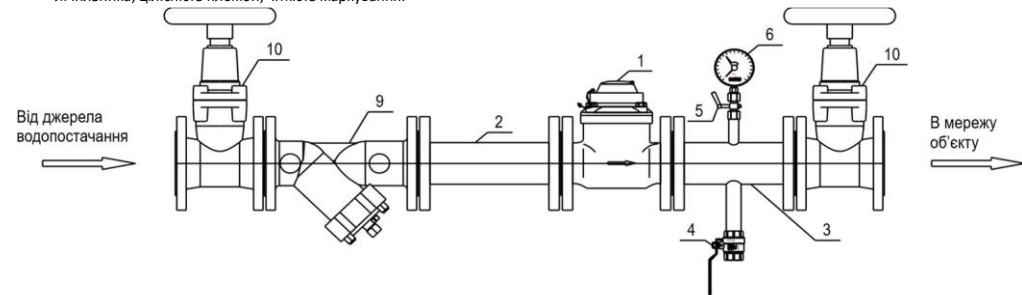

Рис. 3. Рекомендована схема встановлення лічильника
- 8.2. Лічильники необхідно встановлювати в місцях, зручних для зняття показань, технічного обслуговування і монтажу/демонтажу (рис.3). Обов'язковою умовою є повне заповнення трубопроводу водою під час експлуатації. Монтаж і введення в експлуатацію лічильників повинна здійснювати організація, яка має відповідний дозвіл та ліцензію. Перед лічильником необхідно встановити фільтр грубої очистки для запобігання потрапляння механічних домішок в середину механізму лічильника. Експлуатація лічильника без фільтра призведе до зупинки гарантійних зобов'язань з боку виробника.